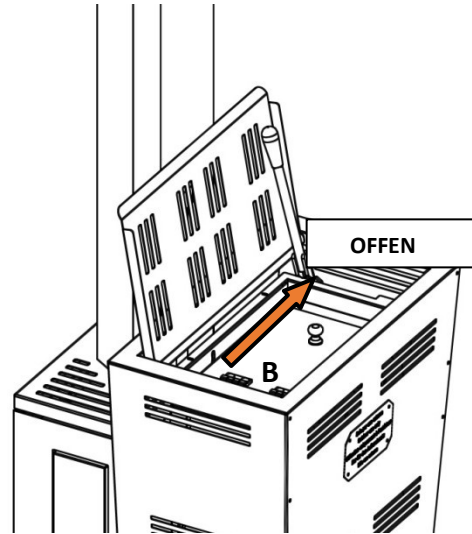

Abb. 10
- Den Deckel **B** mit dem Kugelknopf in Position offen schieben (Abb.10)